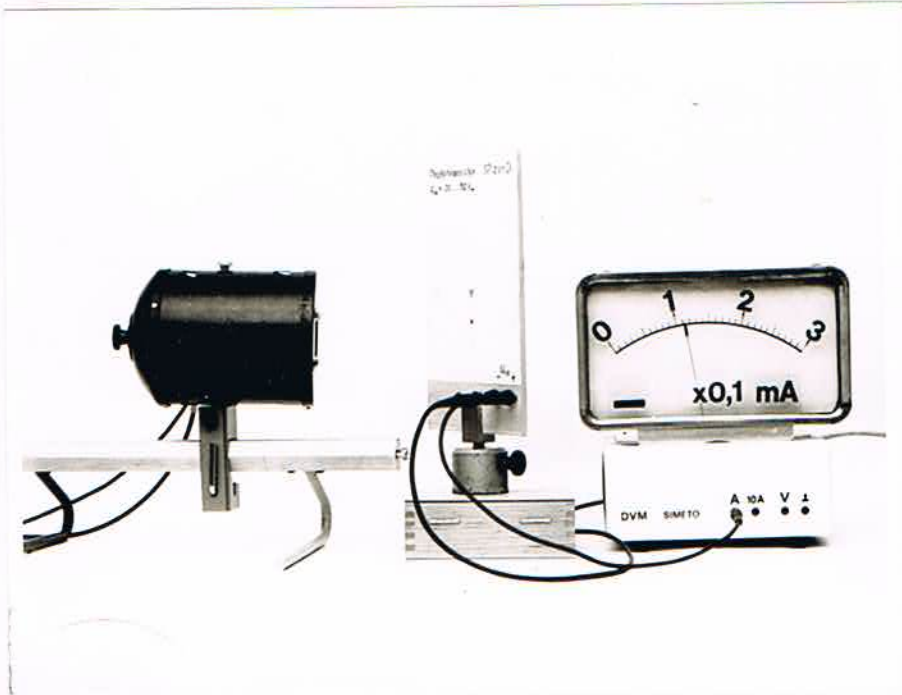
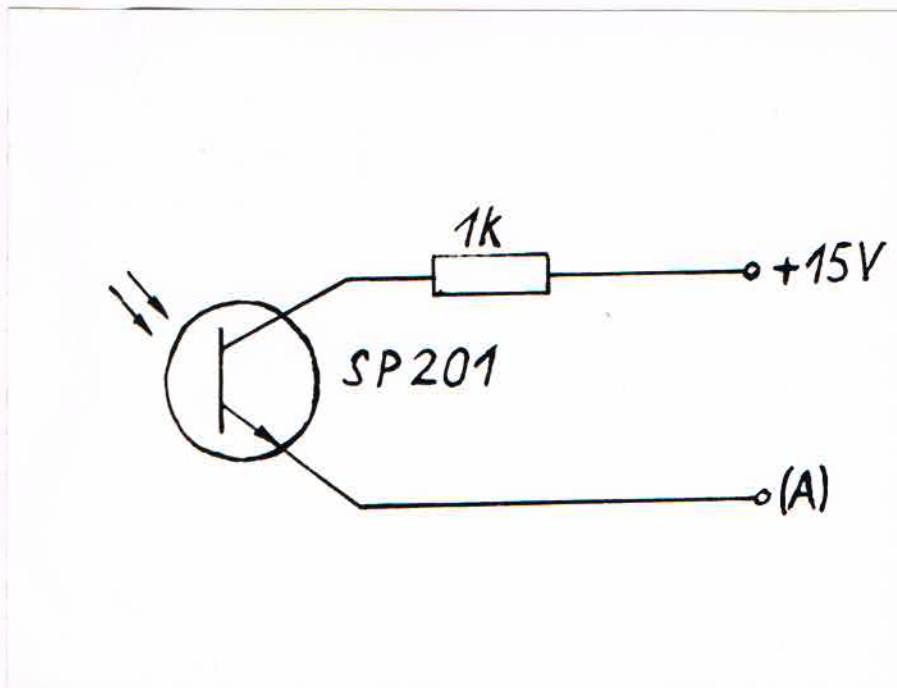

Bild 10. Aufbau zur Messung der Stromstärke des Kollektorstroms eines Fototransistors
Bild 11. Schaltung zur Messung der Stromstärke des Kollektorstroms eines Fototransistors
Der Aufbau erfolgt nach Bild 10.. Bild 11. zeigt die Schaltung zur Messung der Stromstärke des Kollektorstroms eines Fototransistors. Die zur Messung erforderliche Spannung wird der entsprechenden Ausgangsbuchse (14) des internen Netzteils entnommen. Die Meßgröße wird der Meßbuchse (A) zugeführt. Zum Schutz des Fototransistors wird der Widerstand (1 k Ω) in Reihe geschaltet. Bei Beleuchtung steigt die Stromstärke des Kollektorstroms deutlich an. Wird der Stromstärkemeßbereich entsprechend klein gewählt, so sind Schwankungen der Stromstärke des Kollektorstroms bereits festzustellen, wenn man den Fototransistor mit der Hand gegen die Raumbeleuchtung abschirmt.